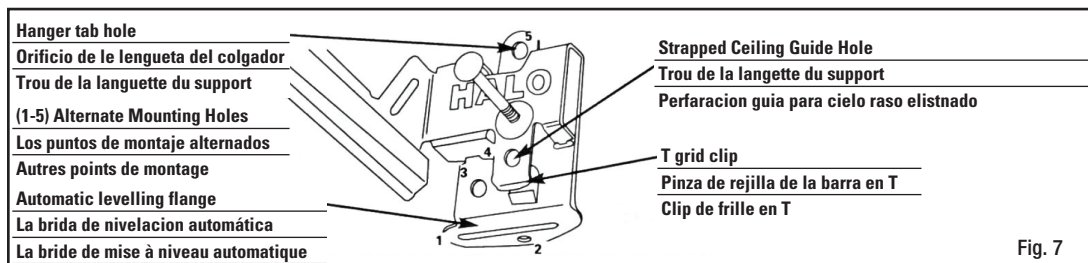

Fig. 7
- Use guide hole below nail to align bar hanger bracket below joist to adjust for the strapping (Fig. 7)
- Align guide hole below the joist to where you just see through the guide hole and nails into joists (Fig. 7)
- Use slot or hole in levelling flange to secure the bar hanger bracket to the strapping with nails or screw (not included) (Fig. 7)
- Utiliser le trou de guidage au-dessous du clou pour aligner le support au-dessous de l'entretoise afin de l'ajuster à l'épaisseur du plafond suspendu (Fig. 7)
- Aligner le trou de guidage au-dessous de l'entretoise en face de l'endroit où il est possible de voir à travers celui-ci et enfoncer les clous dans les entretoises (Fig. 7)
- Utiliser une encoche ou un trou dans la bride de mise à niveau pour fixer le support au plafond suspendu à l'aide de clous ou de vis (non fournis) (Fig. 7)
- Utilice la perforación guía debajo del clavo para alinear el soporte del colgador de barra debajo de la viga y regular el grosor del enlistonado (Fig. 7)
- Alinee la perforación guía que está debajo de la viga hasta que pueda ver a través de la perforación guía y coloque los clavos con la ayuda de un martillo (Fig. 7)
- Use la ranura o el orificio de la brida de nivelación para asegurar el soporte del colgador de barra al enlistonado, con clavos o tornillos (no incluidos) (Fig. 7)